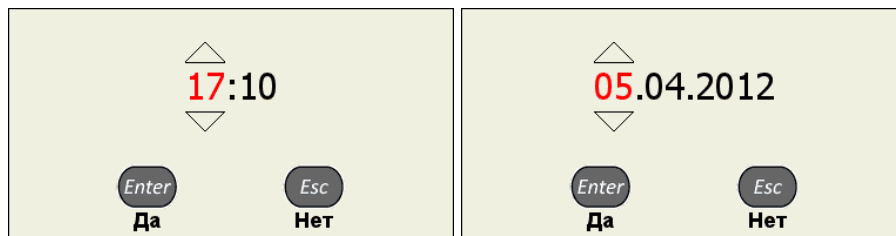

Рисунок 24
- в открывшемся окне редактирования (рисунок 24) клавишами  выбрать разряд для редактирования;